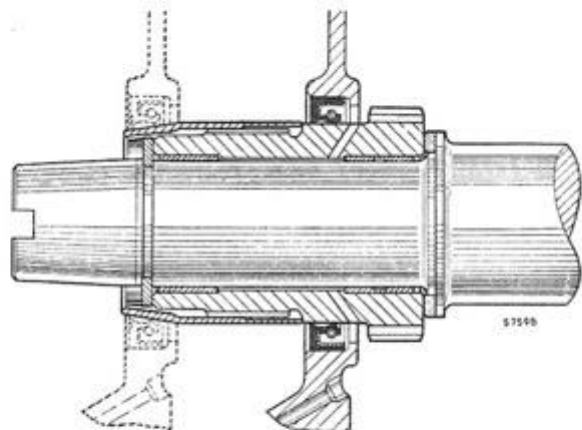

Fig. A.15
- 4) Ved aftagelse af huset og for at undgå beskadigelse af olietætningsringen bruges værktøj 18G570 eller 18G1043, hvis der er monteret en rød olietætningsring af siliciumgummi (fig. A.15).